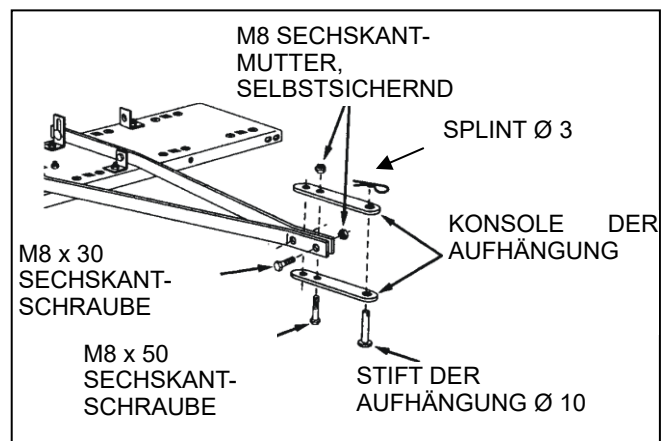

ABB. 4
7. Schrauben Sie die Enden der Aufhängungsarme mit zwei Sechskantschrauben M8 x 30 und den selbstsichernden Sechskantmutter M8 zusammen. Ziehen Sie bis auf Weiteres nichts fest. Siehe Abb. 4.
8. Schrauben Sie die Aufhängungshalter mit zwei Sechskantschrauben M8 x 50 und den selbstsichernden Sechskantmutter M8 an die obere und untere Seite der Aufhängungsarme an. Ziehen Sie bis auf Weiteres nichts fest. Siehe Abb. 4.
Siehe Abb. 4.